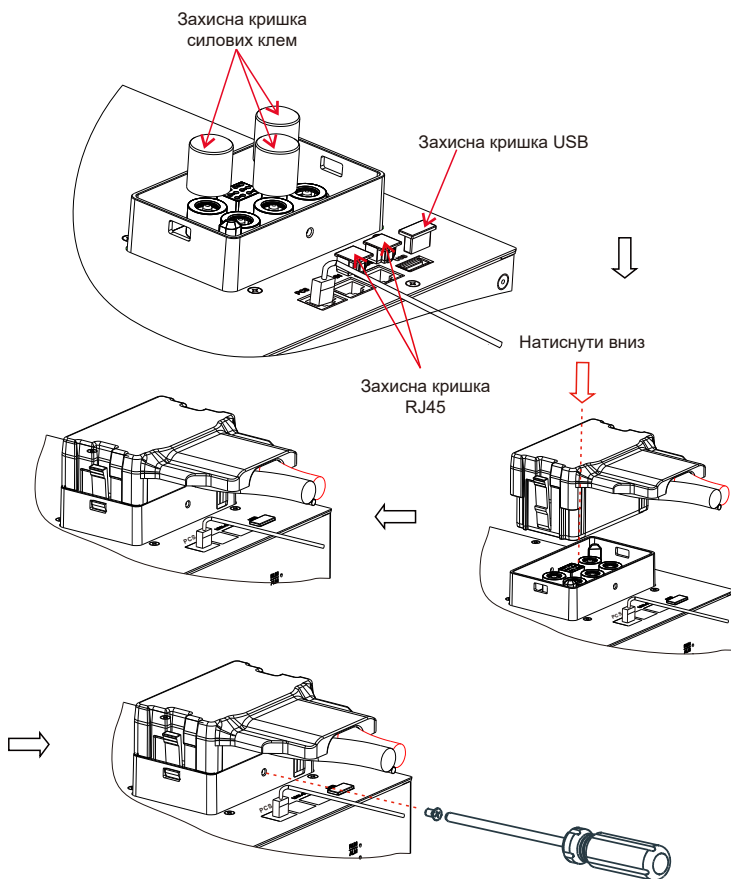

Рис. 4.8: Підключення живлення
1. Для підключення силової лінії див. Рис. 4.8.